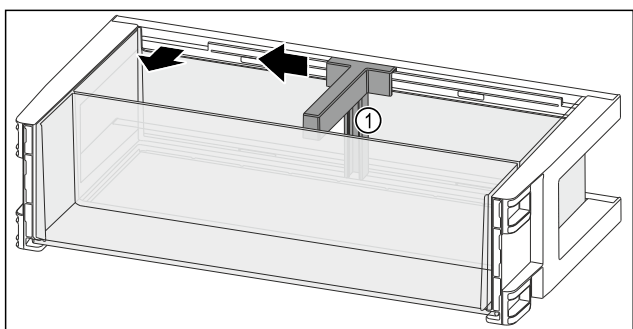

Fig. 108
- ▶ Držalo za steklenice Fig. 108 (1) potisnite povsem na stran do odprtine.
- ▶ Odstranite držalo za steklenice Fig. 108 (1).